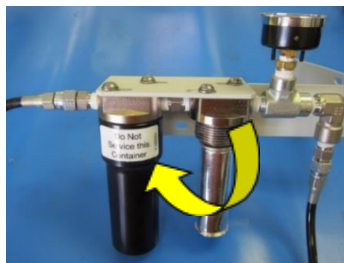

Figura 24: Rimozione della cartuccia del filtro essiccante
3. Rimuovere la cartuccia del filtro essiccante ruotandola in senso antiorario con la sola forza della mano. Fare riferimento alla Figura 24, di seguito.